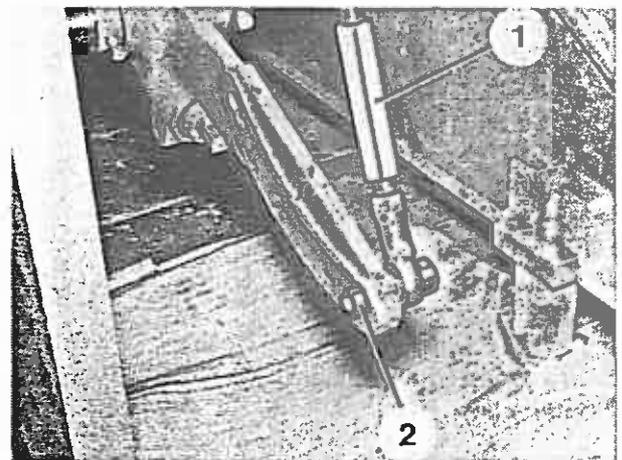

Bild 56
4. Befestigungsmutter (Bild 56/2) lösen, Zugstange (Bild 56/1) in die vordere Stellung ziehen und Mutter wieder festziehen.